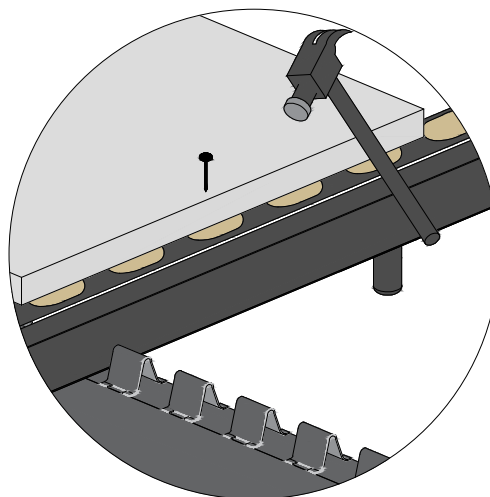

Figura 8
7. Sobre la VS se ubica la superficie encofrante, la cual deberá ser calvada a las VS mixtas, teniendo en cuenta que el tablero llegará hasta la mitad de la VS como se muestra en la Figura 8 y 9.